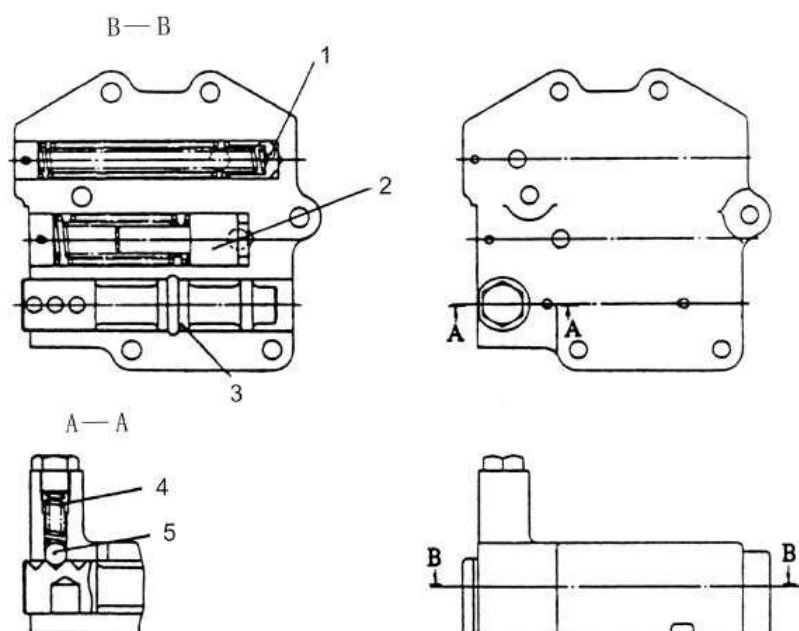

Рис. 5-4. Распределительный клапан:
5.4.1. Распределительный клапан, расположенный внутри корпуса трансмиссии, состоит из трех клапанов: золотникового клапана, клапана давления и регулировочного клапана (Рис. 5-4).